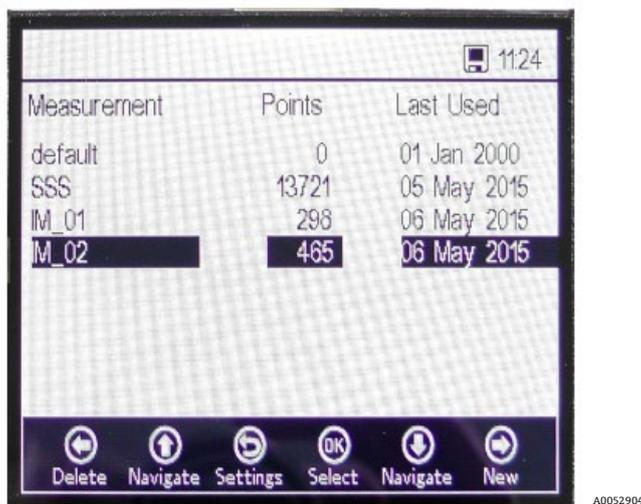

Figura 36. Measurement Browser - Elenco dei file di misura
La schermata commuta automaticamente a Measurement Browser. Appare un elenco che riporta nella colonna Measurement il nome del file di misura, nella colonna Points il numero dei punti di misura memorizzati nel relativo file e nella colonna Last Used quando il file è stato utilizzato per l'ultima volta. Vedere Figura 36.
- ▶ Nella figura 36, il simbolo del **Monitor** nella barra di stato indica che la registrazione è attiva e che i dati di misura vengono memorizzati.